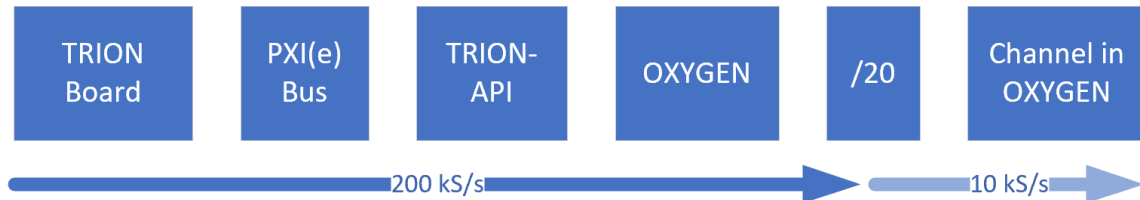

Abb. 7.39: Arbeitsprinzip der individuellen Kanal-Sampleraten
- Durch Klicken auf den – Button kann ein Punkt wieder entfernt werden (siehe Abb. 7.39)